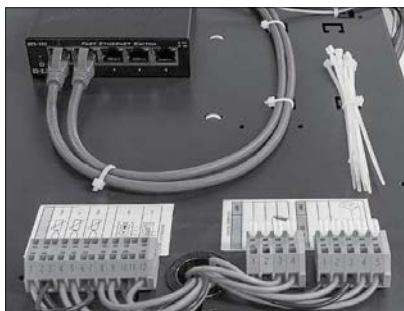

Fig. 138 Anschlussleisten (schraubenlose Käfig-Federzugklemmen)
- ▶ Am Schaltfelddeckel sind die Anschlussklemmen (schraubenlose Käfig-Federzugklemmen) – Fig. 138.